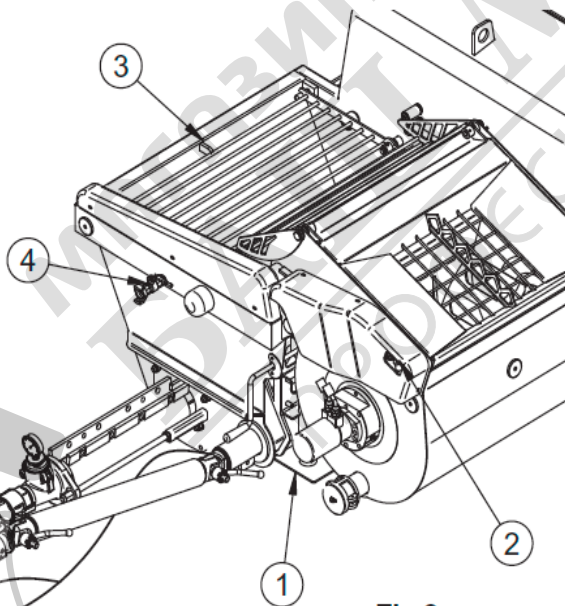

Fig.3
## **8. TRANSPORT ȘI REMORCARE (fig. 3)**
Instalați pompa prin poziționarea corectă a piciorul de sprijin (fig. 3, ref. 1). Blocați roțile.
**⚠️ Atenție! Terenul pe care stă utilajul trebuie să fie ferm și plat, și mai exact, punctele de sprijin ale picioarelor trebuie să fie foarte solide (fig. 3, ref. 1) astfel încât să nu fie pusă în pericol stabilitatea pompei în timpul utilizării.**
Verificați dacă este activat dispozitivul de blocare a grilajului malaxorului (fig. 3, ref. 2) și a cuvei (fig. 3, ref. 3).
Asigurați-vă ca levierul-camă (A) a racordurilor să fie bine prins și ca garnitura (B) să fie ca în fig. 4A. Deschideți robinetul de aer al pistolului de pulverizare (fig. 5, ref. 1). Deschideți robinetul aerului pompei (Fig. 3, ref. 4).